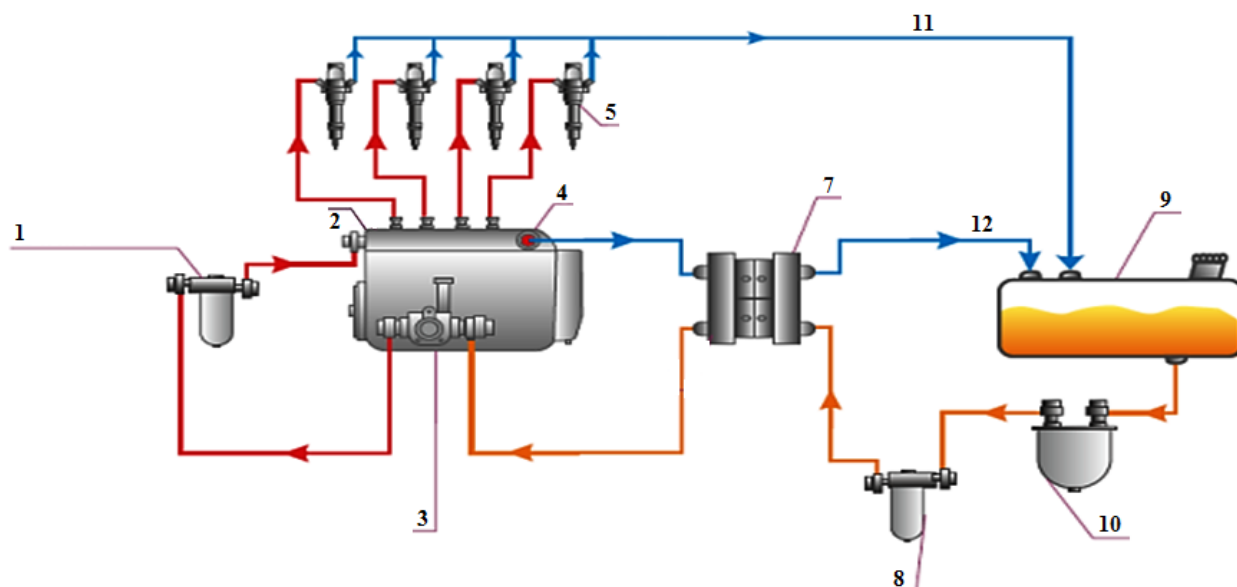

Рис.8 Установка подающей камеры на разрежение
2) Установка подающей камеры производится в топливную магистраль до ТННД (**на разрезе**). В данном случае **обязательна установка дополнительного ФТО** (см. рисунок 8).